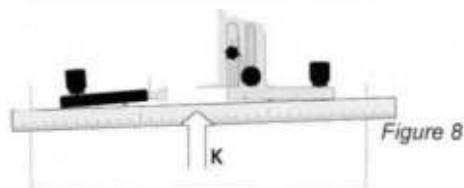
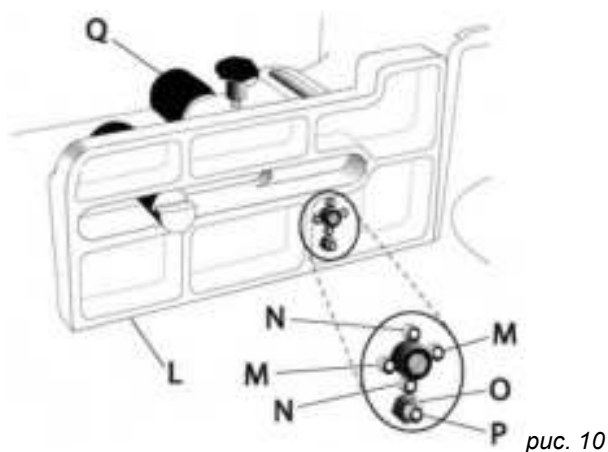

рис. 8
рис. 10
7. Прижимайте поверочную линейку (К, рис. 8). Убедитесь, что обе половины упора выровнены, как показано в иллюстрации 9. Это достигается, поочередным изменением выхода двух *регулирующих винтов* (М., рис. 10) из передней части *упора* (L, рис. 10) 3-миллиметровым шестигранным ключом, периодически, придвигая левую часть упора, вращая ручку (Q, рис. 10) как требуется.
Важно: рекомендуется, чтобы регулирование винтов (М., рис. 10) за один оборот вращения не превышало 1/16 дюйма
8. Поместите поверочный угольник на стол, придвинув к упору (L, рис. 10).
9. Если регулирование требуется, крутить *винты* N (рис. 10).
5. Используя 10-миллиметровый гаечный ключ, ослабьте *контргайку* (O, рис. 10), который обеспечивает *нулевое положение винта установки* (P, Рис., 10) *искривления* (L, рис. 10).
6. Поверните в одну или в другую сторону *винт* (P, рис. 10), как требуется, чтобы выровнять направляющие, как показано в чертеже M.
7. Закрутите *контргайку* (O, рис. 10).